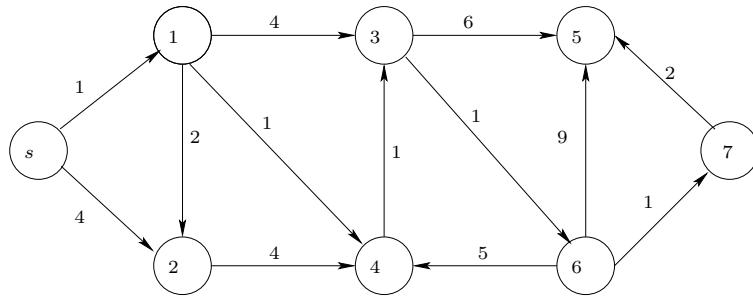

Figura 5.1: Grafo di partenza (esercizi 5.1 e 5.2)
**Risoluzione.** Il grafo corrispondente al problema da risolvere è descritto in figura 5.1, in cui a ciascun arco  $(i, j) \in E$  è associato il corrispondente costo  $c_{ij}$  secondo i valori riportati nelle due tabelle.
**Esercizio 5.2.** ★ Sia dato il grafo orientato  $G = (V, E)$  rappresentato in figura 5.1, in cui, per ciascun arco  $(i, j) \in E$ , è riportato il corrispondente costo  $c_{ij}$ .